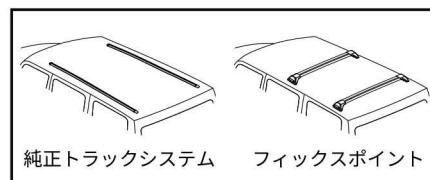

図1
- ☐ 純正のルーフトラックシステムやフィックスポイントポイント(図1参照)を使用する場合は、重い荷重がかかった際にルーフが変形しないことを確認してください。